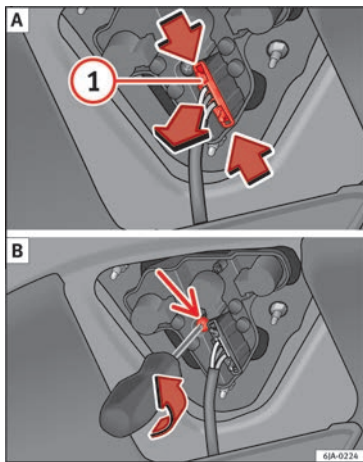

Fig. 104 Démontez le porte-ampoule.
- Accédez aux feux en débranchant le connecteur ① » fig. 104 A et en dévissant le
support d'ampoule » fig. 104 B]. Veillez à ne pas perdre les vis de fixation du support d'ampoules.